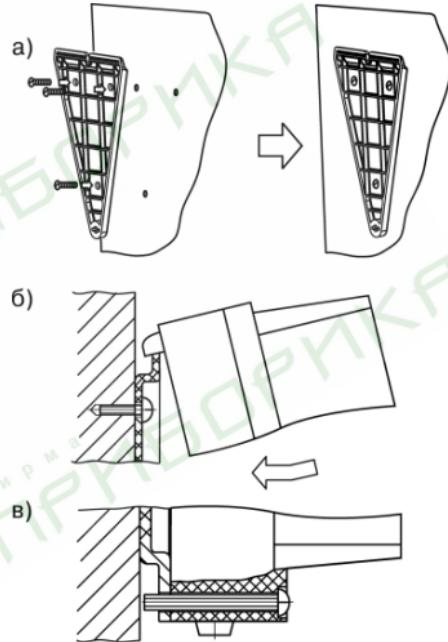

Рисунок 4.1 – Монтаж прибора
- 1 Закрепить кронштейн тремя винтами M4 × 20 на поверхности, предназначеннной для установки прибора (см. Приложение А и рисунок 4.1, а).
- 2 Зацепить крепежный уголок на задней стенке прибора за верхнюю кромку кронштейна (рисунок 4.1, б)
- 3 Прикрепить прибор к кронштейну винтом M4 x 35 из комплекта поставки (рисунок 4.1, в).